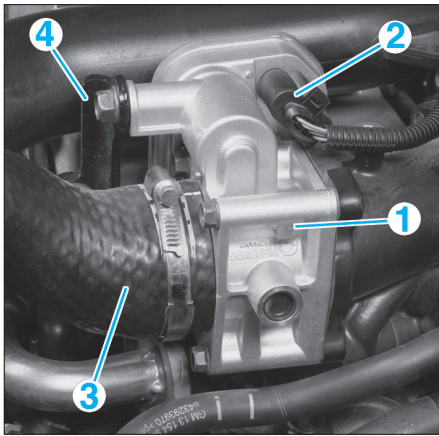

FIG. 28
- la durit d'air (3) de l'échangeur air/air du boîtier papillon (1) (fig. 28).
- le connecteur du boîtier papillon (2).
- Déposer la patte de fixation (4) du boîtier papillon (1).
- Déposer le boîtier papillon (1).